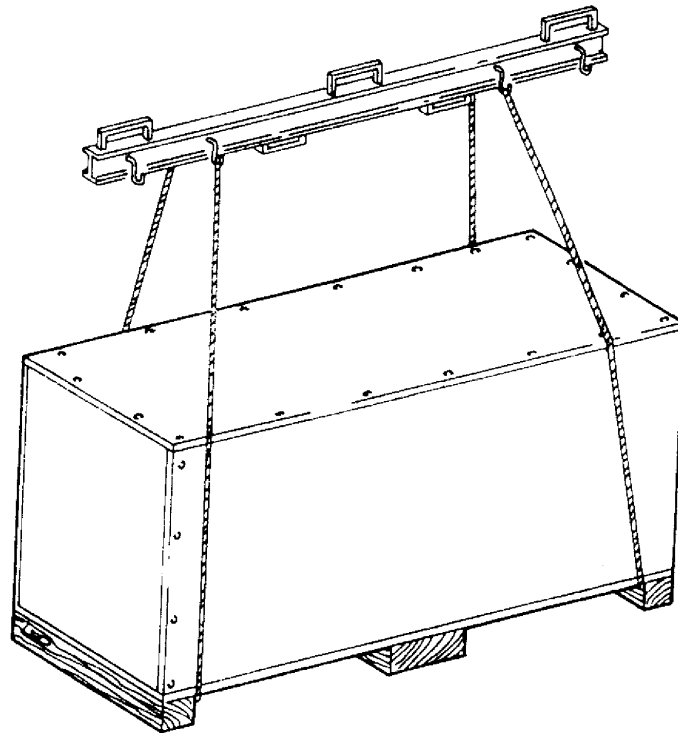

Fig. 5
- Le operazioni di sollevamento debbono essere eseguite come da fig. 5.
- Sollevare con cautela adoperando adeguati mezzi di sostegno del carico in perfetta efficienza. Utilizzando gli appositi punti di aggancio come indicato in fig. 5.
- Lifting must be carried out as shown in fig. 5.
- lift with care, using suitable means for supporting the load, operating properly and use the specific hooking points as shown in fig. 5.
- Beim Anheben gemäß Abb. 5 vorgehen.
- Vorsichtig anheben, die Last ordnungsgemäß mit geeigneten und funktionstüchtigen Hilfsmitteln stützen. Dabei die in Abb. 5 angegebenen Einhakungspunkte berücksichtigen.
- Les opérations de levage doivent être réalisées comme indiqué à la Fig. 5.
- Soulever avec attention: utiliser des moyens de support de la charge parfaitement efficaces et se servir des points d'attelage comme indiqué à la Fig. 5.
- Las maniobras de elevación tienen que realizarse como indica la Fig. 5.
- Elevar con cuidado, utilizando medios de soporte de la carga adecuados, en perfecto estado, y los correspondientes puntos de enganche como indica la Fig. 5.